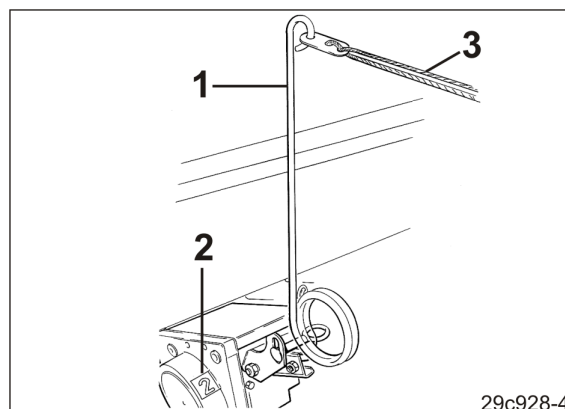

Fig. 207
3. Den Fahrgassenzähler unmittelbar vor Arbeitsbeginn durch Ziehen am Bedienhebel (Fig. 207/1) einstellen. Der aktuelle Fahrgassenzähler wird im Fenster (Fig. 207/2) des Schaltkastens angezeigt. Den Bedienhebel nur über das Seil (Fig. 207/3) in der Traktorkabine bedienen.